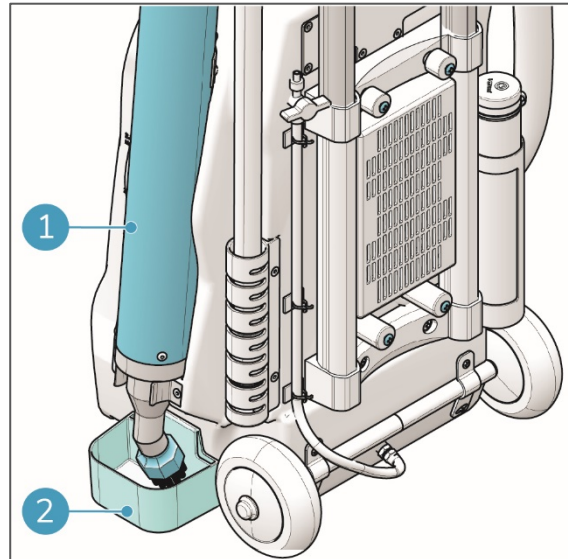

Abbildung 21
2. Befestigen Sie die Tropfschale (Abb. 21, Pos. 2) am Gerät.
3. Platzieren Sie die Lanze (Abb. 21, Pos. 1) in der Halterung.